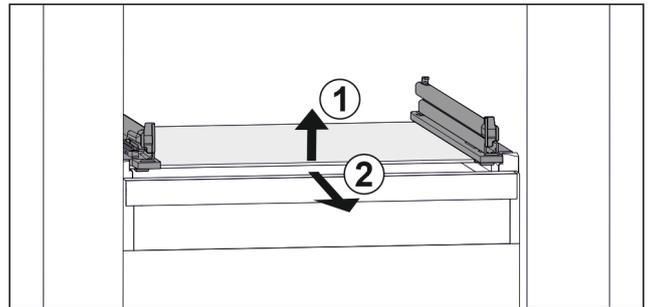

Fig. 50 Exemple de représentation de la tablette en verre
- ▶ Soulever la tablette en verre par l'avant. Fig. 50 (1)
- ▶ Retirer la tablette en verre par l'avant. Fig. 50 (2)